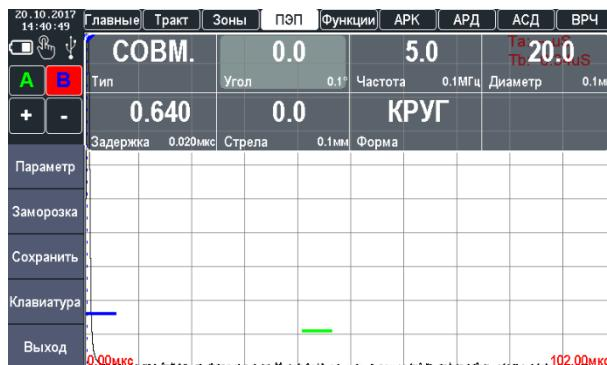

Рисунок 2.11 – Установка угла ввода УЗК
4. Угол ввода ультразвуковых колебаний «УГОЛ», для прямого преобразователя угол равен 0 (рис. 2.11). В зависимости от